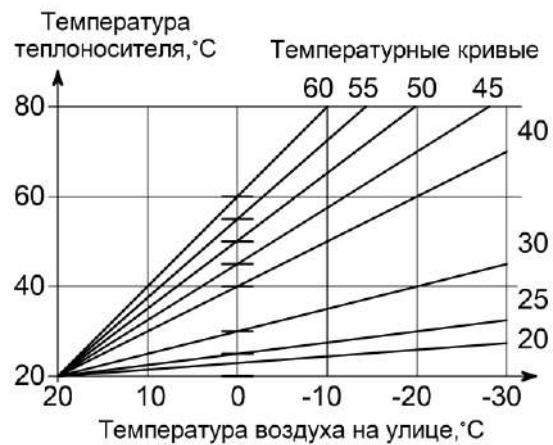
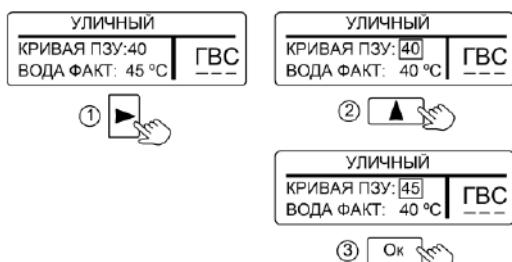

Рисунок 9. Зависимость температуры теплоносителя от температуры воздуха на улице
Рисунок 10. Настройка кривой ПЗУ
**10.4 «УЛИЧНЫЙ»** – режим поддержания температуры теплоносителя в зависимости от температуры воздуха на улице по одной из погодозависимых кривых (см. рис. 9). Датчик температуры воздуха (проводной или радиодатчик) устанавливается на улице. При отсутствии датчика температуры, возможно работа от данных получаемых с метеосервера (см. п. 11.1.8).
Для изменения заводской настройки нужно в соответствии с рис. 9 выбрать ту кривую, при которой в помещении станет комфортно. Если в помещении холодно - следует выбрать кривую с большим номиналом, если жарко - с меньшим. Чем больше величина теплопотерь здания, тем выше номер кривой. Изменение значения кривой ПЗУ показано на рис. 10.